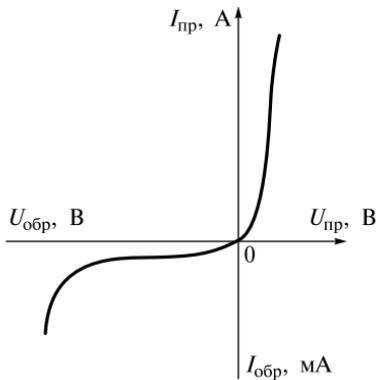

Рис. 1.1
1.1. Чем объясняется нелинейность вольт-амперной характеристики $p-n$ -перехода (рис. 1.1)?